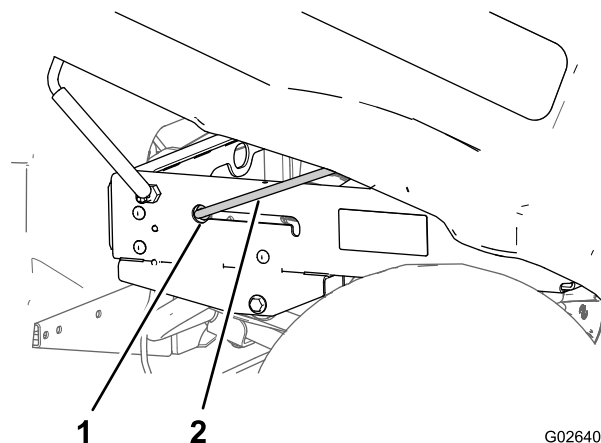

**Bild 17**
4. Stellen Sie die Höhe und Position der Hebegeräte so ein, dass das kurze Ende der Stützstange mit dem Schlüsseloch am Ende des Stützstangenschlitzes im linken Rahmenkanal oder der Stützstangenhalterung ausgefluchtet ist (Bild 17).
5. Drehen Sie die Stützstange nach vorne und stecken Sie das kurze Ende der Stange durch das Schlüsseloch (Bild 17 und Bild 18).
2. Befestigen Sie Hebegeräte vorne und hinten an der Staubbox und heben sie an; fluchten Sie sie über dem Rahmen der Maschine so aus, dass die Schwenkhalterung hinten ist (Bild 17)